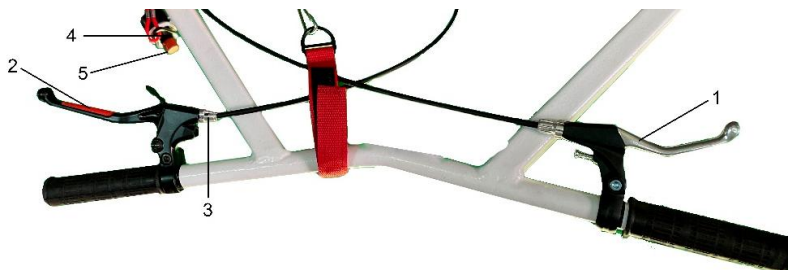

Рис.6. Органы управления мотобуксировщиком.
- **Рычаг газа** (рис.6, поз.1) управляет дроссельной заслонкой двигателя. Для начала движения и ускорения нажмите на рычаг газа. Для замедления отпустите рычаг газа. Перед запуском двигателя проверьте рычаг газа, убедившись, что он работает плавно. Удостоверьтесь, что рычаг возвращается в положение холостого хода, как только он становится свободным.
- **Рычаг тормоза** (рис.6, поз.2) управляет нажимной колодкой дискового тормозного механизма. Дисковый тормоз используется для снижения скорости перемещения или полной остановки мотобуксировщика.
- **Болт регулировки рычага тормоза** (рис.6, поз.3). Данный болт предназначен для регулировки свободного хода рычага тормоза. Выкручивая регулировочный болт можно уменьшить люфт рычага тормоза.
- **Срывная чека блока аварийного выключения двигателя** (рис.6, поз.4) предназначена для экстренного выключения двигателя. Водитель должен всегда управлять мотобуксировщиком с надетым на руку или пристегнутым к одежде шнуром. Если во время движения водитель аварийно покидает мотобуксировщик, срывная чека слетает с блока, тем самым останавливая двигатель.
- **Кнопка выключения двигателя** (рис.6, поз.5) предназначена для того чтобы заглушить работающий двигатель после остановки мотобуксировщика, либо на ходу при необходимости экстренного выключения двигателя.